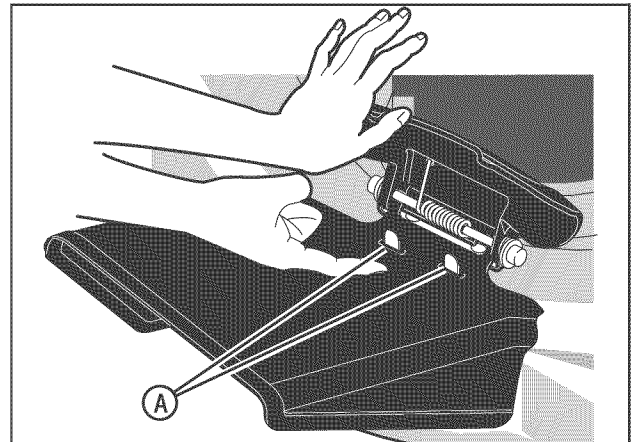
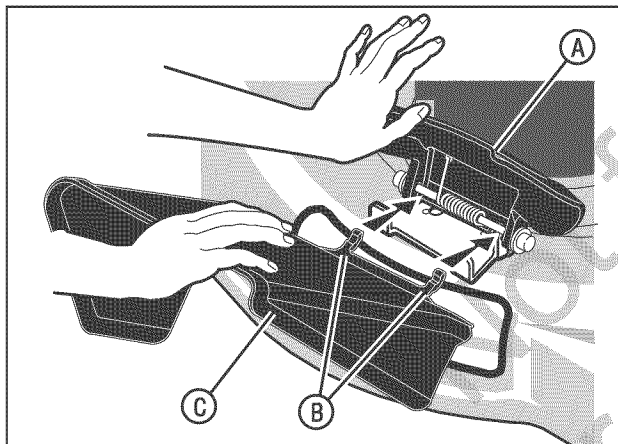

Figura 9: Lengüetas de enganche del deflector de descarga lateral
Figura 8: Instalación del deflector de descarga lateral
1. Levante la cubierta del triturador (A, Figura 8).
2. Deslice las dos lengüetas (B) del deflector lateral (C) debajo del pasador-pivote.
3. Baje el deflector lateral. Verifique que la lengüeta de enganche (A, Figura 9) atraviesa la ranura en el deflector lateral.